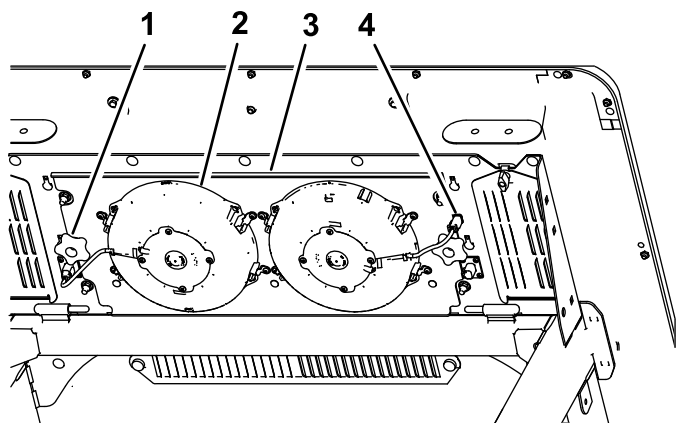

图 57
3. 从插座上断开风扇的插头和电源线 图 57。
4. 卸下将风扇面板组件和风扇固定驾驶室顶部 图 57 下方的 2 个旋钮然后取出组件。